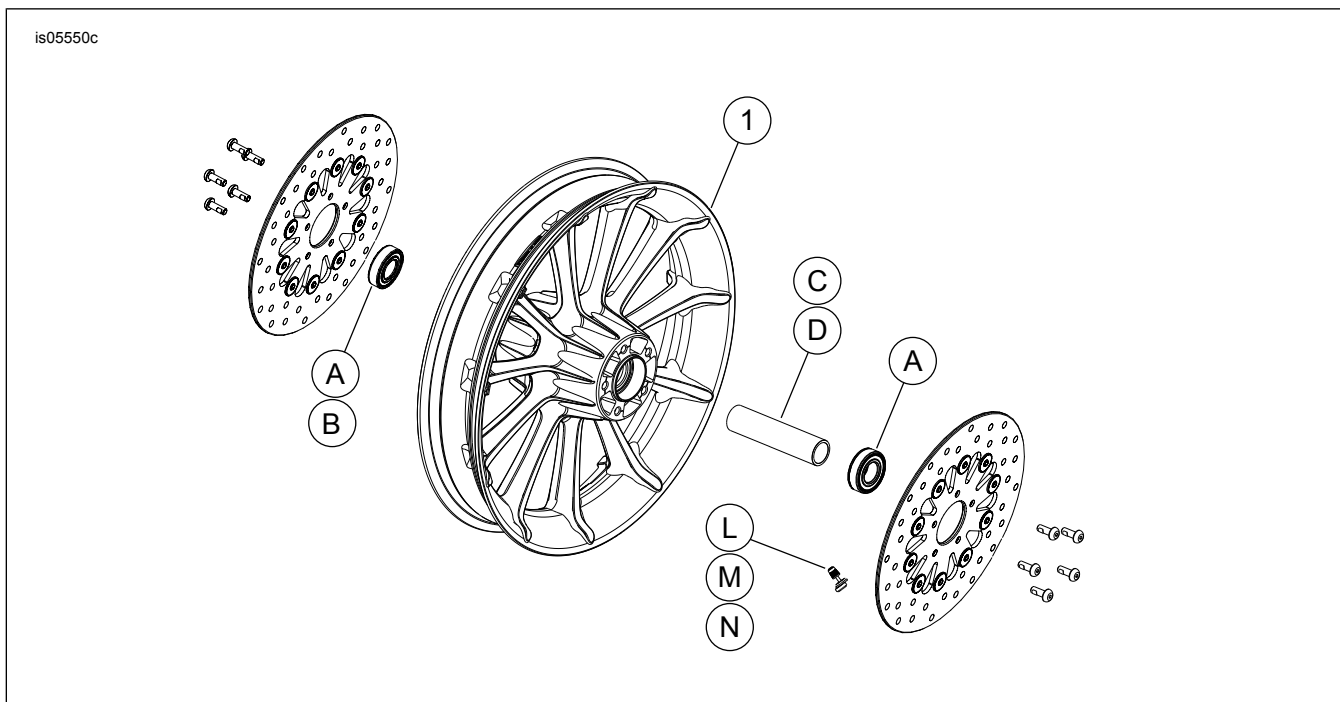

Figura 1. Peças de reposição: Kits de rodas Roulette
2. Veja Figura 1. Instale o conjunto da haste da válvula (M) na roda. Consulte a seção PNEUS no Manual de serviço.